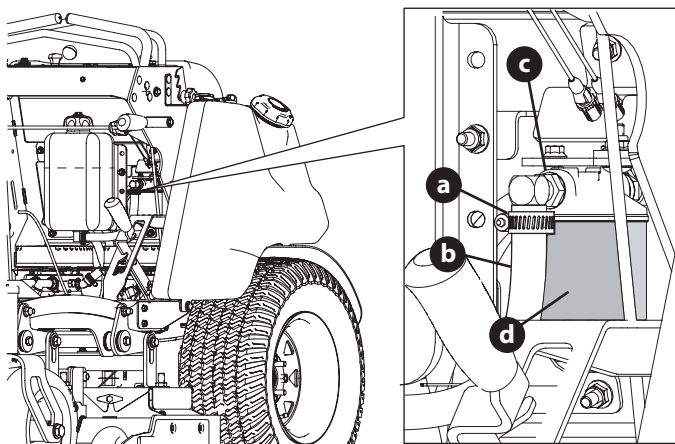

Fig. 27
2. Afloje la abrazadera de la manguera (a) que sujeta la manguera de aceite de la transmisión (b) a la unidad del filtro de aceite de la transmisión (c) (Fig. 27).
5. Si es necesario, realice lo siguiente para reemplazar el filtro de aceite (Fig. 27):
7. Ajuste la abrazadera de la manguera (a) que sujeta la manguera de aceite de la transmisión (b) a la unidad del filtro de aceite de la transmisión (c) (Fig. 27).